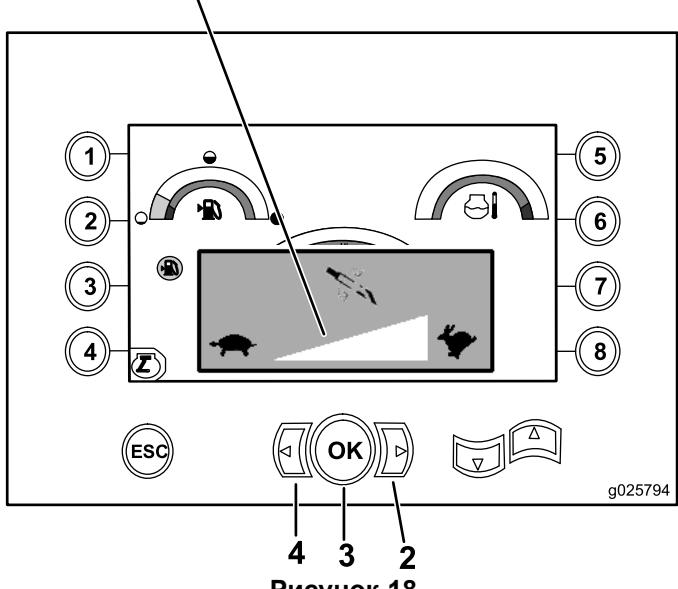

Рисунок 18
- Нажмите кнопку со стрелкой влево, чтобы уменьшить частоту вращения, или нажмите кнопку со стрелкой вправо, чтобы увеличить ее (Рисунок 18).
- Нажмите кнопку OK, чтобы установить частоту вращения бура (Рисунок 18).